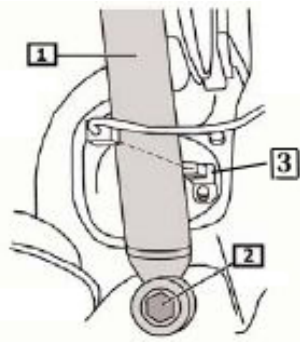
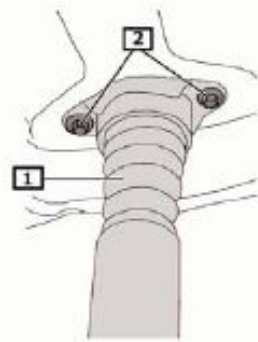

Fig. 5
Fig. 6
- **Fig. 5** Elektrische Steckverbindungen (3) trennen.
- Untere Stoßdämpferbefestigung (2) entfernen.
- **Fig. 6** Obere Stoßdämpferbefestigung entfernen,
- **Fig. 5** Unplug electrical connections (3).
- Remove lower shock absorber fixture (2).
- **Fig. 6** Remove upper shock absorber fixture.
- **Fig. 5** Séparer les fiches de raccordement électrique (3).
- Enlever la fixation inférieure de l'amortisseur (2).
- **Fig. 6** Retirer la fixation supérieure de l'amortisseur,
- **Fig. 5** Soltar los conectores eléctricos (3).
- Retirar la sujeción inferior del amortiguador (2).
- **Fig. 6** Retirar sujeción superior del amortiguador.